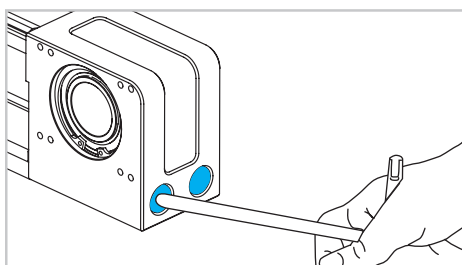

Рис. 7
4) Для типоразмеров «80» и «100»: открутить два винта с торца приводной головки (рис. 7).